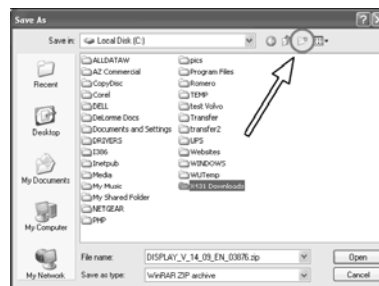

Рисунок 3-20
9. Папки находятся в вашем локальном диске, отображается в главном окне. Нажмите значок **Create New Folder** (см. Следующей), новая папка будет отображаться в главном окне под другим папкам (см. Рисунок 3-20), тип **X431MASTER Downloads** и нажмите **ENTER**.